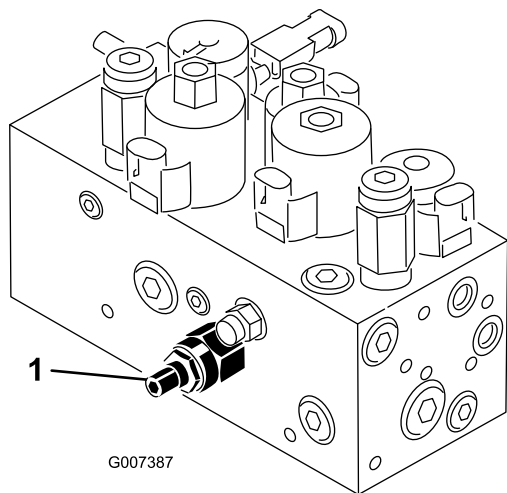

図 49
本機のカッティングユニット昇降回路にはフローコントロールバルブ（図 49）がついています。このバルブは、工場で所定の設定をされていますが、油圧オイルの作動温度の違い、刈り込み速度の違い、使用しているアタッチメントの違いなどにより、調整が必要になる場合があります：もし調整が必要になったら、以下の手順で行ってください。：
1. 運転席を上げ、センター・プルフレーム用フローコントロールバルブ（図 49）を露出させる。バルブは油圧マニホールドの側面についている。